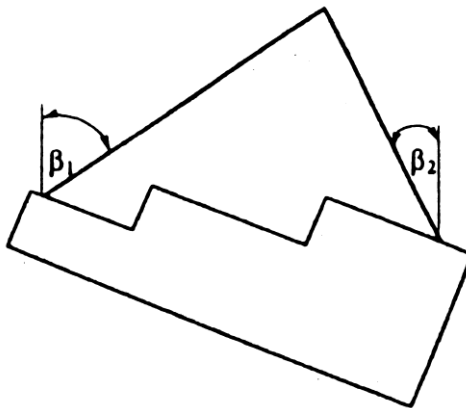

Abbildung 3: Beispiel für ungleiche Neigungswinkel  $\beta$
- Treten bei 2-strängigen Gehängen unterschiedliche Neigungswinkel auf (Abbildung 3), darf nur die Tragfähigkeit eines einzelnen Strangs zugrunde gelegt werden.